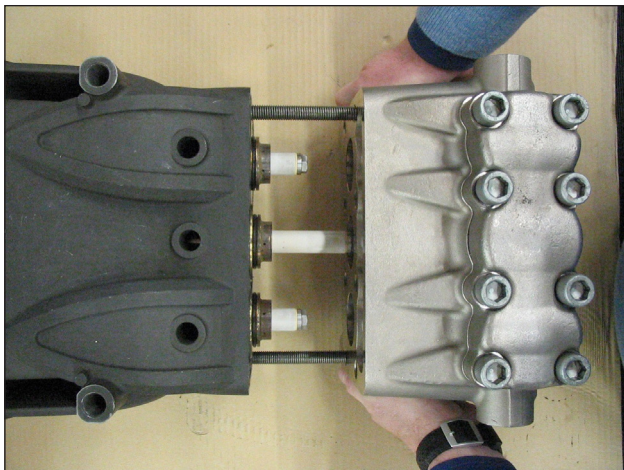

Abb. 33
- B) Schmieren Sie die Bauteile ②③⑤ mit Silikonfett der Sorte OCILIS Art. 12001600; dieser Vorgang dient auch als Hilfe beim Setzen der Dichtungslippe am Kolben.
2. Mit zwei Wartungsschrauben - Stiften (Art. 27508200), die gemäß Abb. 33 am Gehäuse befestigt sind, zentrieren Sie den kompletten Kopf nur am mittleren Kolben.